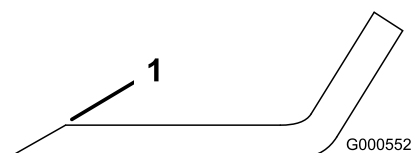
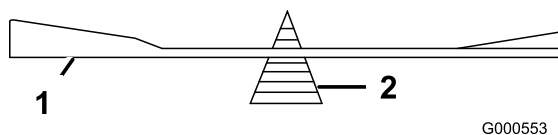

Figure 46
Figure 47
- Au moyen d'une lime, aiguisiez les tranchants aux deux extrémités de la lame (Figure 46). Veillez à conserver l'angle de coupe d'origine. Limez la même quantité de métal sur chacun des deux tranchants pour ne pas déséquilibrer la lame.
- Vérifiez l'équilibre de la lame en la plaçant sur un équilibreur (Figure 47). Si la lame reste horizontale, elle est équilibrée et peut être utilisée. Si la lame est déséquilibrée, limez un peu l'extrémité de la partie relevée seulement (Figure 46). Répétez cette procédure jusqu'à ce que la lame soit équilibrée.